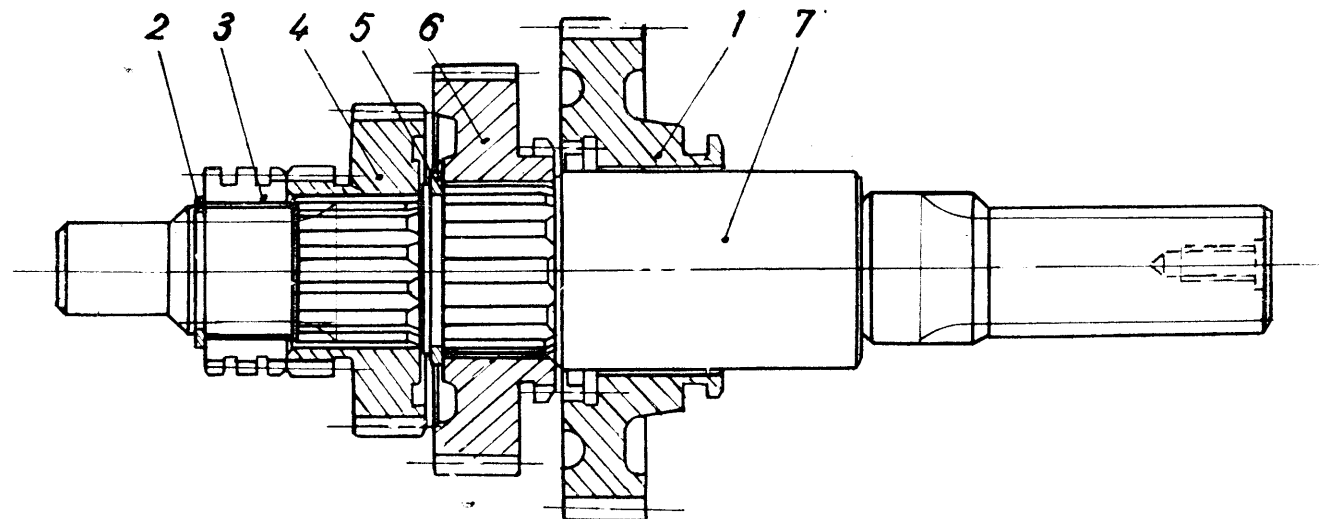

Abb. 66. Abtriebswelle, vollständig.
5.5.4. AUSEINANDERBAU DER VOLLSTÄNDIGEN ABTRIEBSWELLE (Abb. 66).